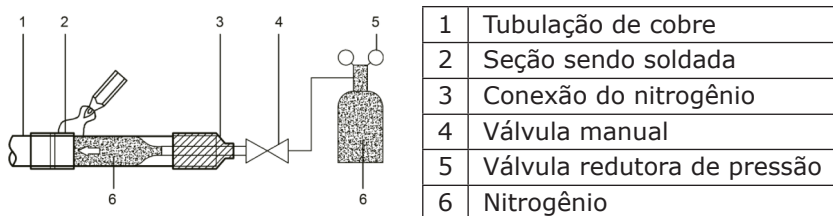

Figura 10
- Durante a soldagem, quando o tubo está cheio de nitrogênio, a pressão do nitrogênio deve ser reduzida para 0,02 MPa usando a válvula reguladora de pressão. Consulte a Figura 10.